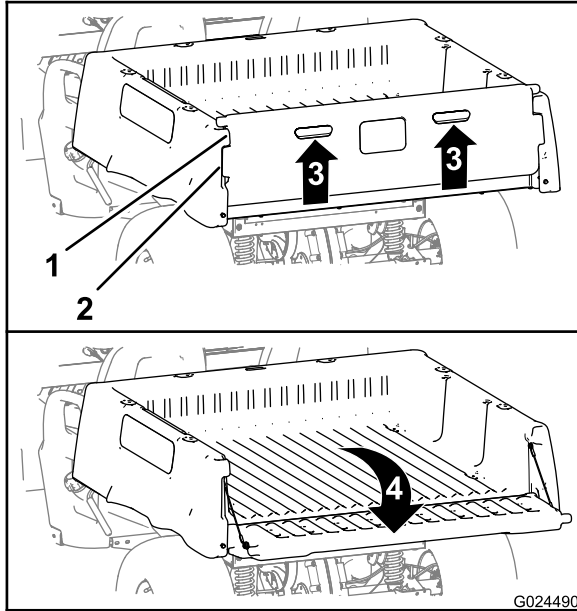

Figura 18
2. Tire hacia arriba del portón usando los tiradores del panel trasero (Figura 18).
3. Alinee las pestañas de bloqueo del portón trasero con los huecos situados entre las pestañas de la plataforma de carga (Figura 18).
4. Gire el portón trasero hacia atrás y hacia abajo (Figura 18).
6. Gire el portón hacia arriba y hacia adelante hasta que las pestañas de bloqueo del portón trasero estén enrasadas con el hueco de la plataforma de carga (Figura 18).
7. Baje el portón hasta que quede asentado en la parte trasera de la plataforma de carga (Figura 18).